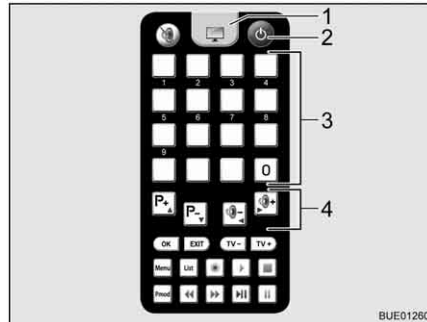

Bild 22 Fernbedienung
- Auf der Fernbedienung Taste "⏻" (Bild 22,2) drücken. Die Satellitenantenne richtet sich aus der Parkposition auf und geht in den Suchmodus. Wenn die Anlage den Satelliten gefunden hat, ertönt ein Signalton.
- Über die Speichertasten (Bild 22,3) oder die Funktionstasten (Bild 22,4) den gewünschten Sender einstellen.